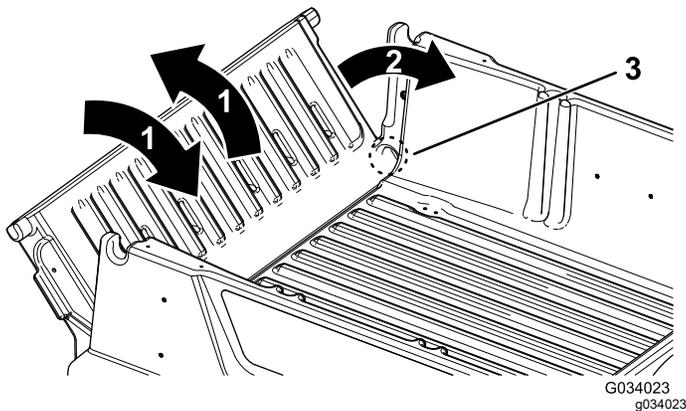

図 18
2. テールゲートを 45° 程度の角度にする 図 18。
3. この位置から、テールゲートを小刻みに前後に振るように数回往復させる 図 18。